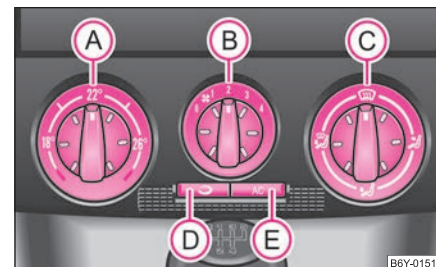

Fig. 87 Climatiseur:
Le climatiseur se met en marche après avoir appuyé sur l'interrupteur (AC) ⇒ page 79, fig. 87 (E), les conditions ci-après devant en outre être remplies:
- Faites tourner le régulateur rotatif  ⇒ fig. 87 vers la droite pour augmenter la température.
- Régulateur rotatif  ⇒ page 79, fig. 87 à fond vers la droite
- Régulateur rotatif **(A)** ⇒ page 79, fig. 87 à fond vers la gauche
- Appuyez sur la touche  ⇒ page 79, fig. 87, le symbole  s'allume.
La circulation d'air de recyclage s'arrête automatiquement si l'on met le régulateur de diffusion d'air **(C)** sur la position  ⇒ page 79, fig. 87 En appuyant de nouveau sur la touche **(D)**, vous pouvez également réenclencher l'air de recyclage sur cette position.
Le régulateur de répartition d'air **(C)** vous permet de régler l'arrivée d'air dans chaque diffuseur ⇒ page 79, fig. 87. Les diffuseurs d'air **3** et **4** peuvent être ouverts et fermés séparément.
De l'air chaud ou froid arrive par les diffuseurs d'air ouverts selon la position du régulateur rotatif **(A)** ⇒ page 79, fig. 87 et selon les conditions climatiques. ■